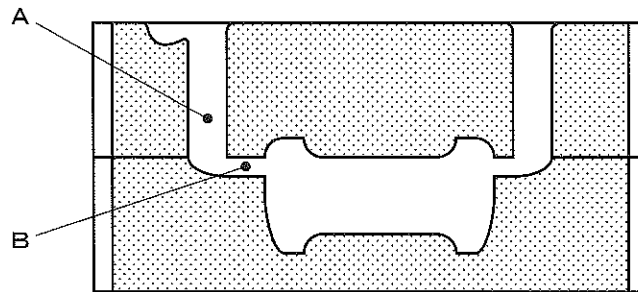

図3
- (1) 鑄造で作られた製品を(a)という。
- (2) 溶融金属を冷却していくと固体になる。この時の温度を(b)という。
- (3) 水で湿らせた鑄物砂で作られた型を(c)という。
- (4) 図3は鑄型の断面を示したものである。Aの部分を(d)、Bの部分を(e)という。